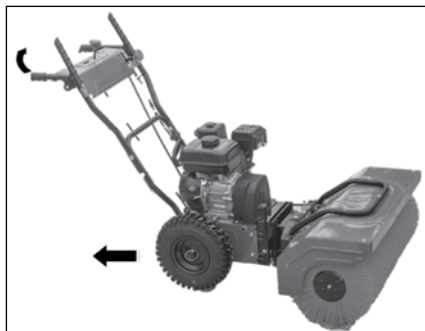

Рис. 8
4. Затем возьмитесь за рукоятки машины и слегка приподнимите их вверх. Отделите основную часть с двигателем от насадки, отъехав назад (рис. 8).